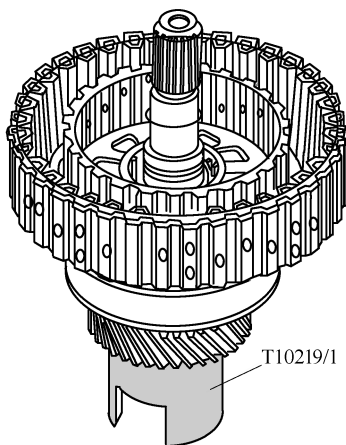

图 2-2-47 将输入轴放置在装配工具 T10219/1 上
- (1) 更换输入轴盖板内的滚珠轴承。
- (2) 调整输入轴并确定间隙。
- (3) 将输入轴放置在装配工具 T10219/1 上，如图 2-2-47 所示。
(1) 将输入轴放在装配工具 T10219/1 上, 如图 2-2-47 所示。